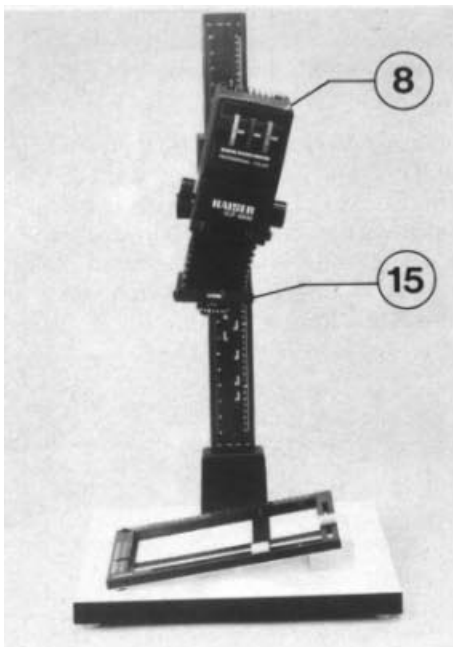

Bild 21
Grundsätzlich ist eine Entzerrung durch Schwenken des Gerätekopfes (8) und Anheben der Vergrößerungskassette möglich. Zusätzlich besteht die Möglichkeit, durch Verschwenken des Objektivträgers (15) eine Entzerrung nach dem Scheimpflugschen Prinzip durchzuführen (Bild 21).